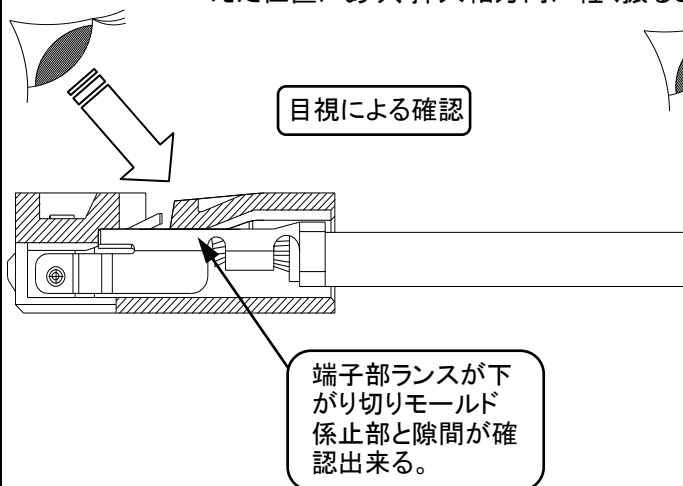

Fig.3 正しく装着されている場合
- ⑤ すべての端子の装着後、リセプタクルハウジングの端子係止部窓口より覗き、端子部ランスの位置を確認してください。正しく装着されている場合は、端子部ランスがきちんと端子係止部を乗り越えた位置にあり、挿入軸方向に軽く振ると隙間が確認出来ます。(Fig.3,4,5)